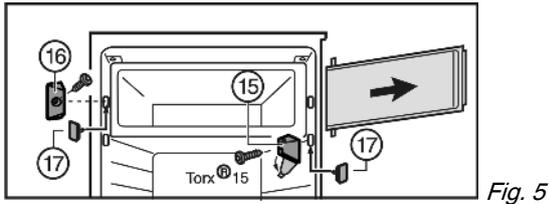

Fig. 5
- ▶ Ouvrir le cache du support d'appui Fig. 5 (15).
- ▶ Dévisser le support d'appui Fig. 5 (15) avec la porte du compartiment.
- ▶ Dévisser l'élément de fermeture Fig. 5 (16).
- ▶ Boucher les trous à l'aide des bouchons Fig. 5 (17) joints.